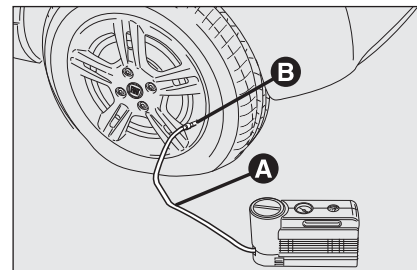

fig. 9
- Azionare il freno a mano.** Svitare il cappuccio dalla valvola del pneumatico, estrarre il tubo flessibile di riempimento **A-fig. 9** ed avvitare la ghiera **B** sulla valvola del pneumatico;